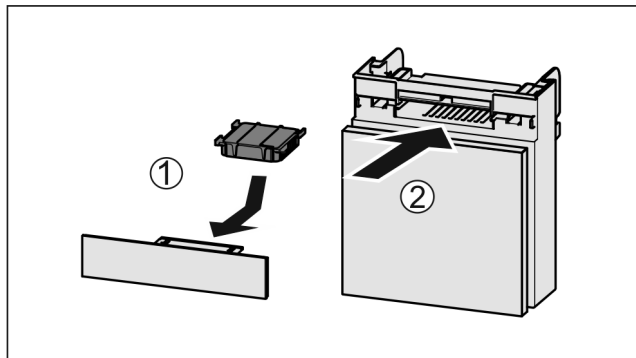

Fig. 186
- ▶ Umetnite filtar s aktivnim ugljenom kao što je prikazano na slici Fig. 186 (1).
- ▶ Umetnite pretinac Fig. 186 (2).